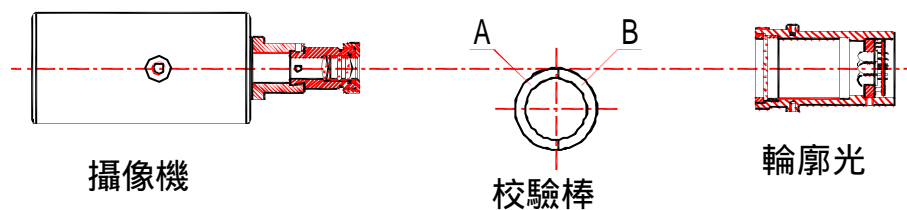

图 7.X 轴归零示意图
2、X 轴归零：首先将校验棒及主轴锥孔拭净，然后将校验棒放入主轴锥孔内，通过开关控制板上的六个按键（图 4-4），移动摄像机，使显示器上十字线的水平线接近校验棒顶面影像，然后旋转 X 向传动手轮（图 1-3）和主轴回转手轮（图 1-11），移动摄像机及旋转校验棒，使摄像机及校验棒处于图 7 所示位置，在显示器上十字线的垂直线应对准校验棒外沿（A、B 两个平面之间区段见图 8），校验棒影像在显示器上的正确位置见图 9。此时将多功能数据处理显示器 X 轴读数设定为校验棒直径尺寸数字，即完成 X 轴归零。